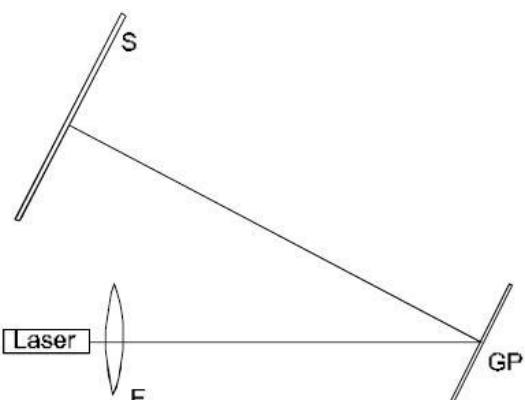

Fig.1 Appareillage expérimental (F = lentille, GP = plaque en verre, S = écran en verre mat)
- Placez le laser (sans lentille) dans l'autre angle du tableau métallique afin que le rayon cheinne parallèlement au côté long de ce tableau (voir Fig. 1).